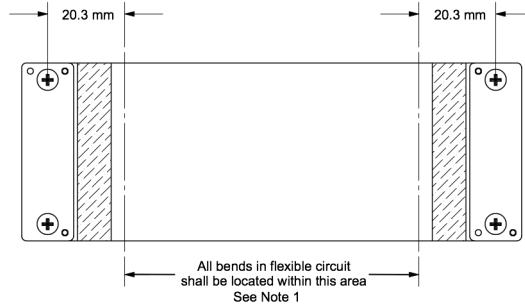

图 2-5. 柔性电缆图
- 将电缆弯曲至图 2-5 中标识的区域（即距离连接器板中心 20.3mm 的区域外）之外。